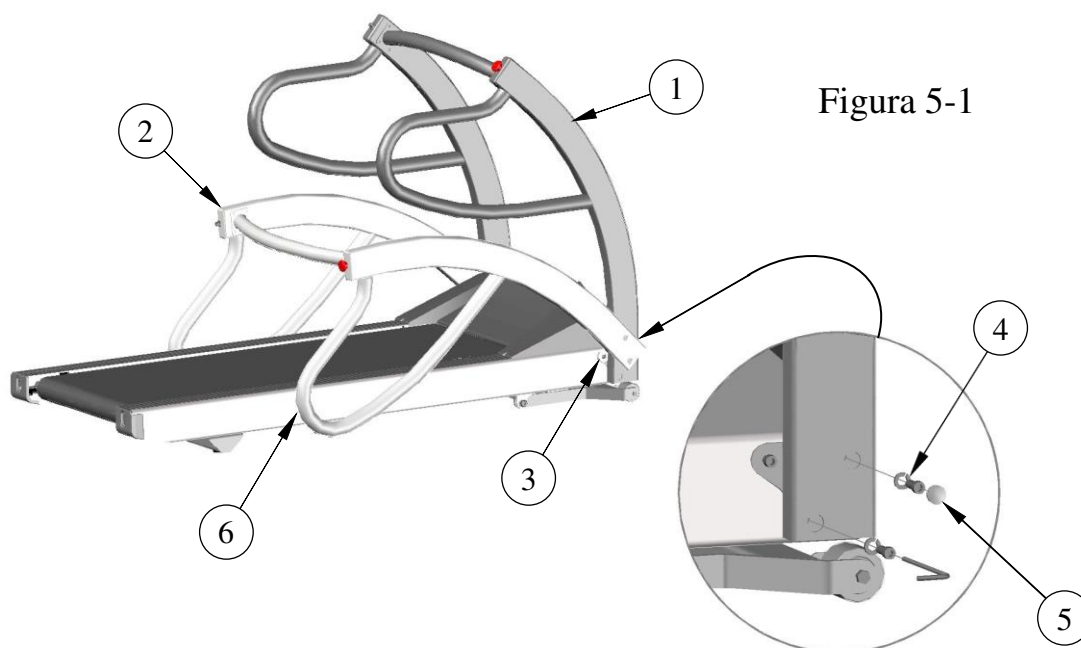

Figura 5-1
1. Gire a estrutura da barra de apoio para a posição de operação, insira (2) parafusos 3/8-16 e a anilha de pressão 3/8 de cada lado e aperte bem.
2. Instale (2) tampas de plástico de cada lado para obter um aspeto finalizado. Figura 5-1